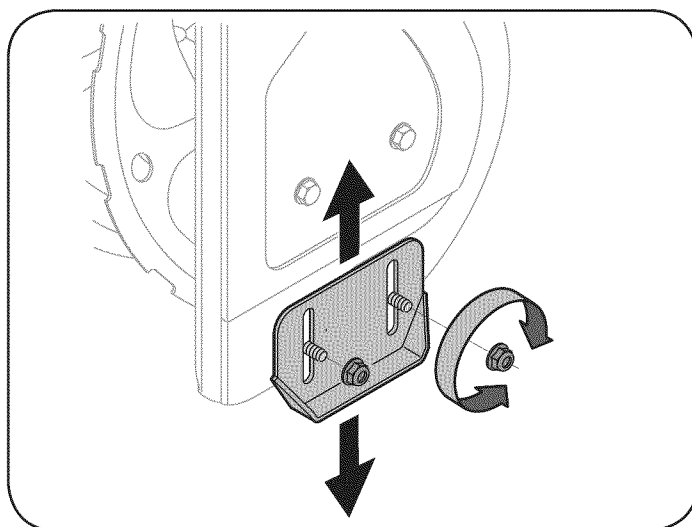

Figura 6
1. Afloje las cuatro tuercas hexagonales (dos a cada lado) y los pernos del carro. Mueva las zapatas antideslizantes a la posición deseada. Vea la Figura 6.